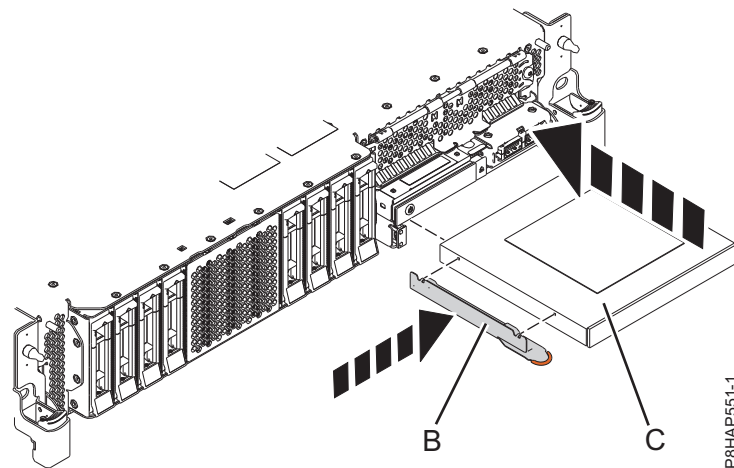
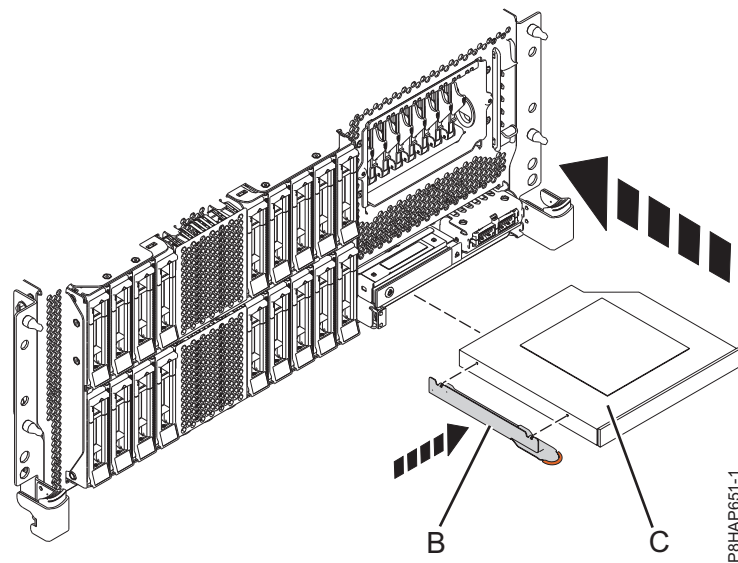
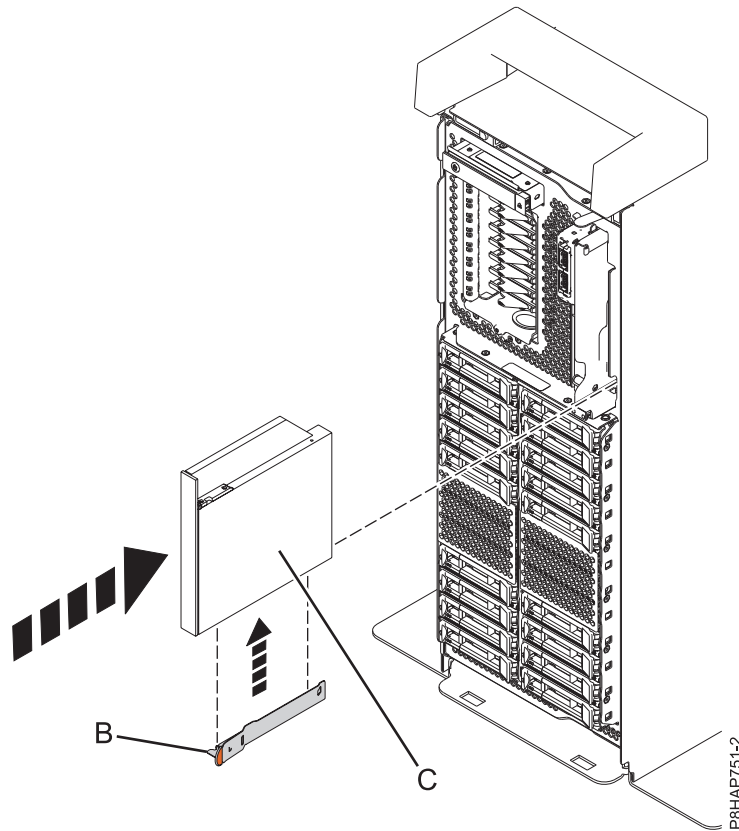

Figura 12. Instalación de un dispositivo de soporte extraplano en un sistema 8284-21A o 8284-22A
Figura 13. Instalación de un dispositivo de soporte extraplano en un sistema 8286-41A o 8286-42A montado en bastidor
Figura 14. Instalación de un dispositivo de soporte extraplano en un sistema autónomo
5. Conecte la abrazadera de retención (**B**) al nuevo dispositivo de soporte extraplano, como se muestra en la Figura 12 en la página 17 para un sistema 8284-21A o 8284-22A; la Figura 13 en la página 17 para un sistema 8286-41A o 8286-42A montado en bastidor; o la Figura 14 en la página 18 para un sistema 8286-41A autónomo.
6. Alinee el dispositivo de soporte extraplano (C) con la bahía de soporte y aguante la parte inferior del dispositivo mientras lo desliza hasta la mitad en el sistema.
Para un sistema 8284-21A o 8284-22A, consulte la Figura 12; para un sistema 8286-41A o 8286-42A montado en bastidor, consulte la Figura 13; o bien, para un sistema 8286-41A autónomo, consulte la Figura 14 en la página 18.